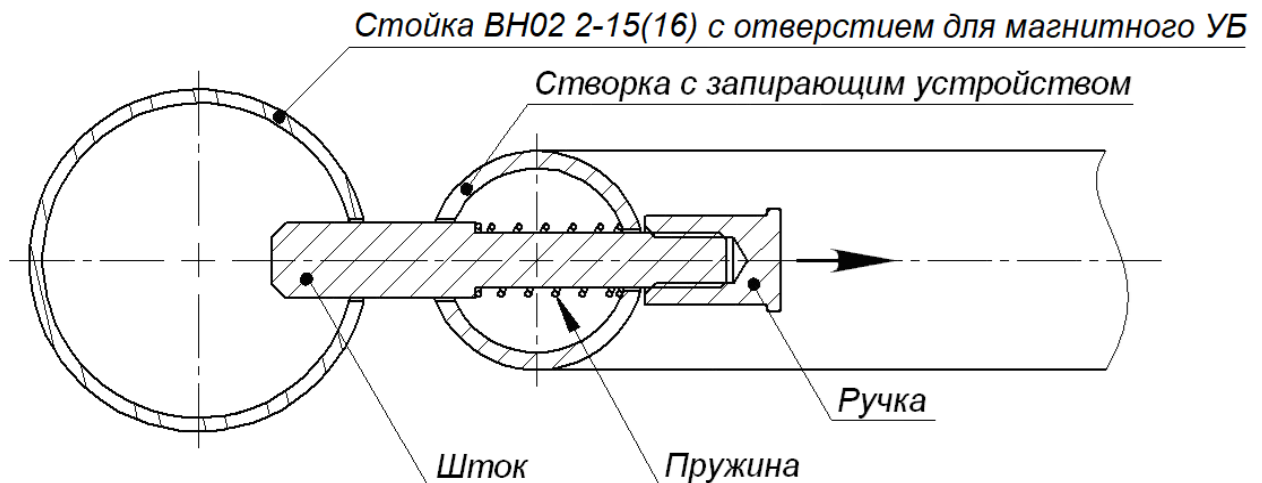

Рисунок 15. Установка штока стопорного узла
6. Проверьте вертикальность и горизонтальность элементов секции (допускается использование монтажных прокладок). Окончательно затяните болты. Проверьте открывание и закрывание створки. Отожмите шток за ручку (рис. 15). После поворота преграждающей створки в положение закрытия прохода ручка отпускается и шток фиксирует створку в соответствующем пазу стойки ограждения.
При эксплуатации поворотной секции ограждения рекомендуется периодически (один раз в шесть месяцев) смазывать подвижные части стопорного узла (см. рис. 15) молибденовой смазкой (ШРУС-4).